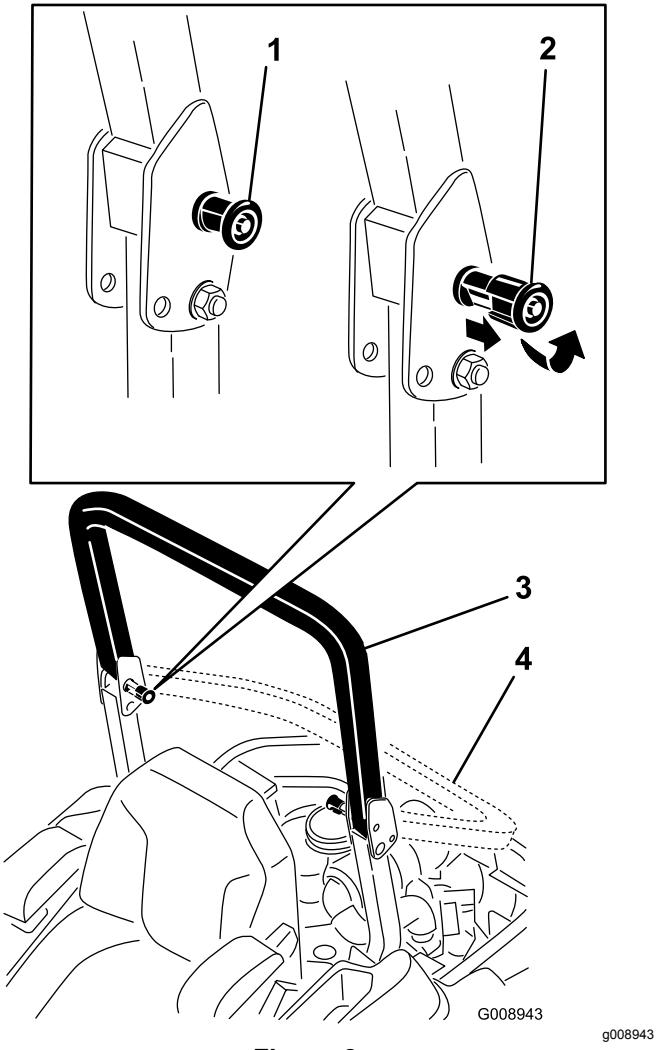

Figure 8
- Tirez sur les deux boutons et tournez-les à 90° pour les désengager (Figure 8).
- Faites pivoter l'arceau de sécurité à la position abaissée (Figure 8).
4. Pour relever l'arceau de sécurité à la position d'utilisation, tournez les boutons de sorte à les déplacer partiellement dans les rainures (Figure 8).
5. Relevez complètement l'arceau de sécurité tout en poussant sur la partie supérieure; les goupilles s'engagent en position quand les trous sont en face (Figure 8).